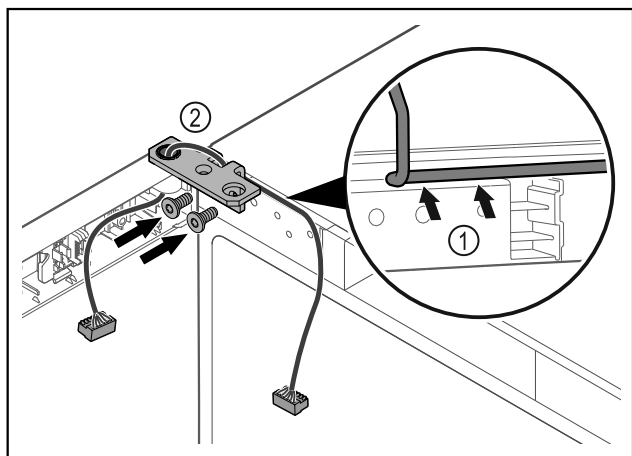

Fig. 47
- Läg kabeln genom gångjärnsfästets urtag och dra den försiktigt Fig. 47 (1).
- Skruva fast gångjärnsfästet Fig. 47 (2).